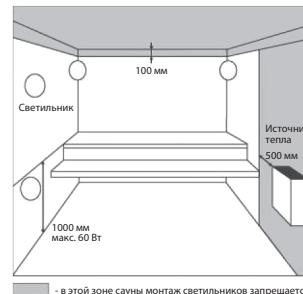

Рисунок 1.
- 4.4. При установке светильников в помещениях с высокими температурами и повышенным уровнем влажности необходимо учитывать следующие ограничения по установочным зонам (см. рисунок 1). Монтаж светильников должен выполнять квалифицированный специалист.